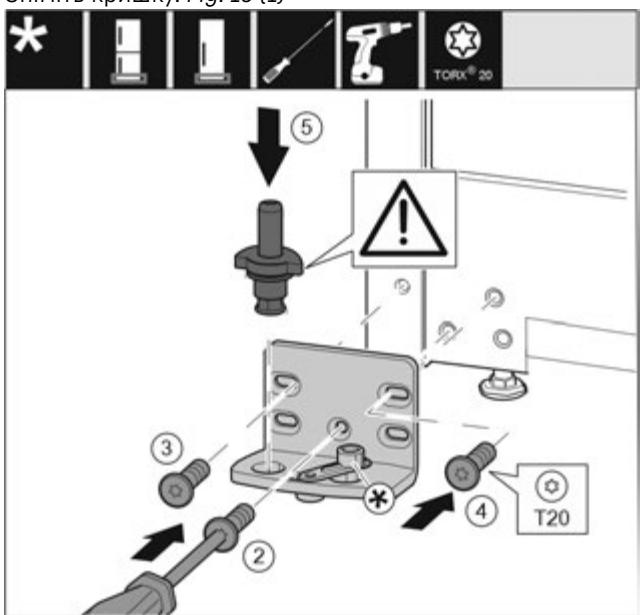

Fig. 14
- Встановіть опорний кронштейн з іншого боку і закріпіть гвинтами за допомогою викрутки T20. Почніть із гвинта 2 знизу посередині. Fig. 14 (2)
- Закрутіть гвинти 3 та 4. Fig. 14 (3,4)
- Вставте цілком опорний гвинт. При цьому виступ фіксації повинен бути спрямований назад. Fig. 14 (5)